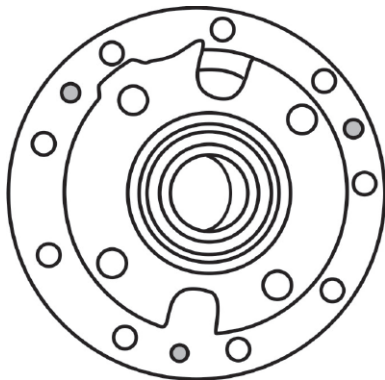

Рис. 2
1. Открутите три внутренних винта (на **Рис.2** выделены серым), скрепляющих две половинки, и разъедините корпус.